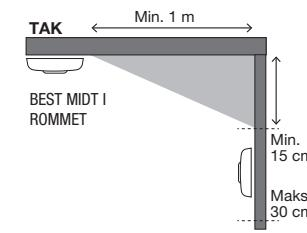

Figur 1. Enetasjes bolig
**Enetasjes bolig:** For å få et minimumsnivå av beskyttelse plasseres alarmen i inngangspartiet mellom oppholdsrommene (inkludert kjøkkenet) og soverommene. Plasser den så nær oppholdsrommene som mulig, og sør for at alarmen kan høres når du oppholder deg i soverommene. Se eksempel i figur 1.